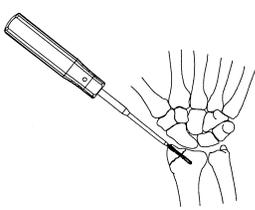

図5
- 5) 六角 1.5 中空ドライバーにて選択した長さのスクリューを挿入します。(図5)